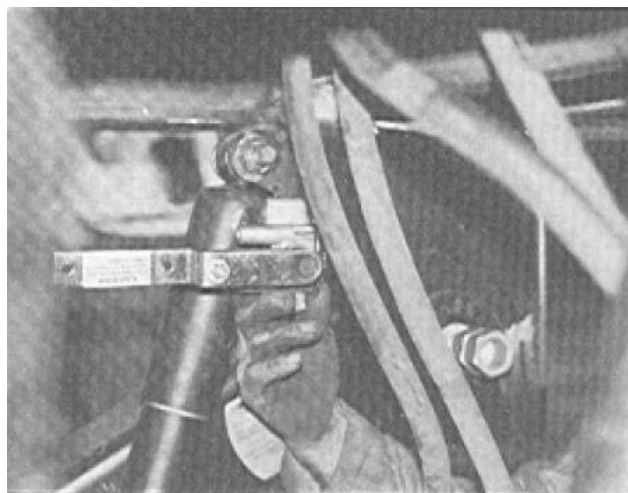

Figura 6
12. Remueva las líneas de aire de la cámara de frenos y tape las líneas para prevenir que entre contaminación al sistema de aire. Remueva la cámara de frenos removiendo las tuercas de los pernos de montaje. Ver Figura 6.